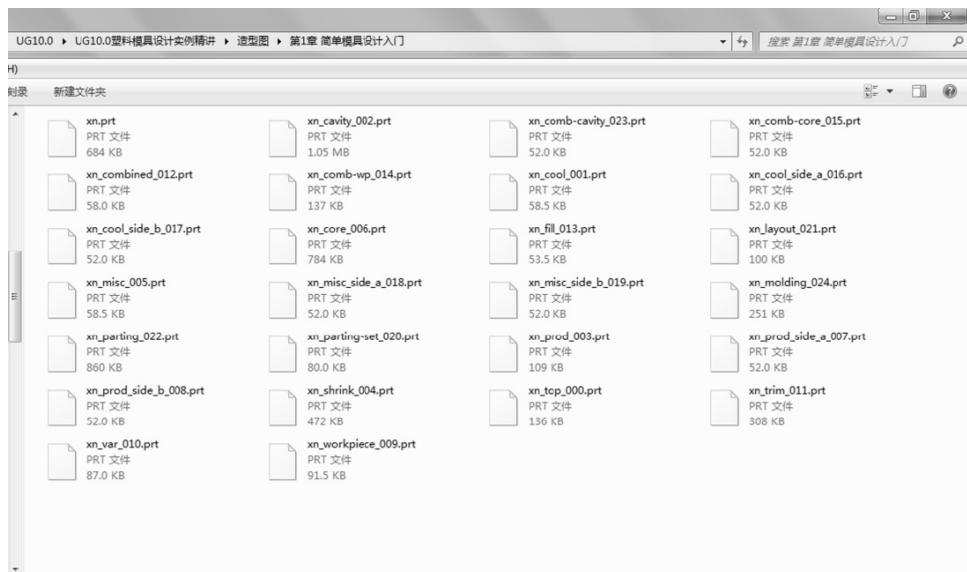

图 1-30 保存所有的文档
(35) 单击“保存”按钮，保存所有的文档（包括分型面、工件等），这些文档都保存在起始目录下，如图 1-30 所示。